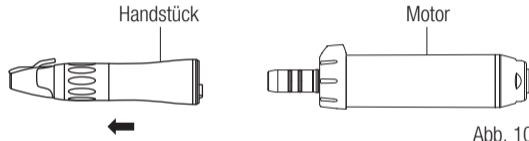

Abb. 10
5) Trennen Sie das Handstück vom Motor (Abb. 10).